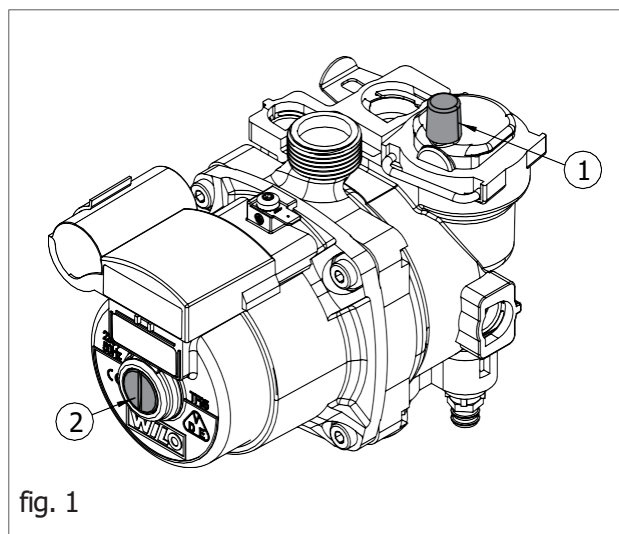

fig. 1
2. Slăbiți ușor capacul supapei de aerisire a pompei (1- fig.1) pentru a elibera aerul din sistem.
8. Deșurubați capacul pompei de circulație (2 - fig. 1) pentru a elibera eventualele bule de aer, apoi strângeți-l bine pentru a preveni scurgerile de apă.